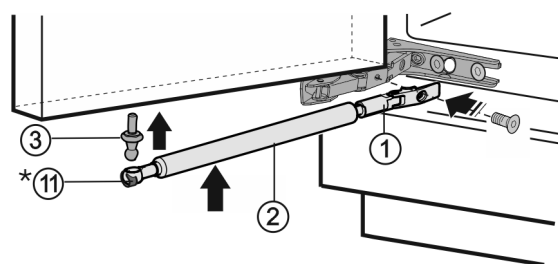

Fig. 11
- ▶ Atornille la rótula esférica *Fig. 11 (3)* en el nuevo orificio de sujeción **con 3 libras-pie (4 Nm) para fijarla** (Torx® 25).
- ▶ Atornille el soporte *Fig. 11 (1)* **con 2,5 libras-pie (3 Nm) para fijarlo**.
- ▶ Enganche el amortiguador de cierre *Fig. 11 (2)* en la rótula esférica.